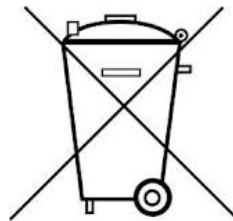

Fig. 1 Messung der Flussdichte im Luftspalt zwischen den Polschuhen eines Elektromagneten im Experimentier­aufbau zum Hall-Effekt-Grundgerät
- Experiment gemäß Fig. 1 . aufbauen